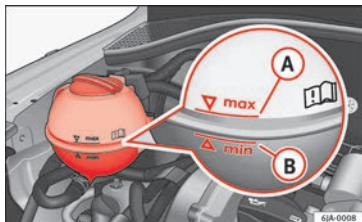

Fig. 207 Compartimento do motor: depósito do líquido de refrigeração.
- Verifique o nível do líquido de refrigeração no depósito de expansão do líquido de refrigeração »» **Fig. 207.** Com o motor frio, o nível de líquido de refrigeração deve estar entre as marcas **B** (mín.) e **A** (máx.). Com o motor quente, o nível pode ultrapassar também ligeiramente a marca **A** (máx.).
- Coloque um pano sobre a tampa do depósito de expansão do líquido de refrigeração »» **Fig. 207** e desenrosque o tampão com cuidado.
Não encha o depósito do líquido de refrigeração acima da marca **A** (máx.) »» **Fig. 207** O líquido de refrigeração excedente é expulso do sistema de refrigeração quando aquece, pela válvula de sobrepressão situada no tampão de encerramento do depósito de expansão do líquido de refrigeração.